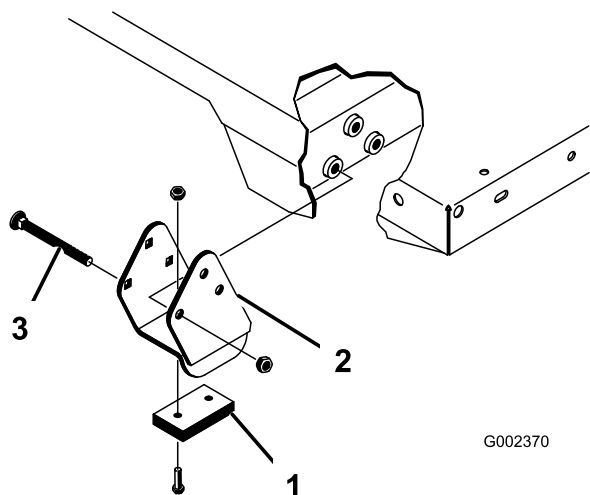

Рисунок 32
Убедитесь, что распорные кронштейны и износные колодки (Рисунок 32) установлены так, что головки каретных болтов находятся внутри автомобиля.
2. Аккуратно установите кузов на раму автомобиля, совместив отверстия в задней шарнирной плите кузова с отверстиями в заднем швеллере рамы, и установите два шплинтуемого штифта и шплинты (Рисунок 32).
4. Вставьте шплинтуемый штифт с наружной стороны кузова, при этом шплинт должен находиться снаружи (Рисунок 32).